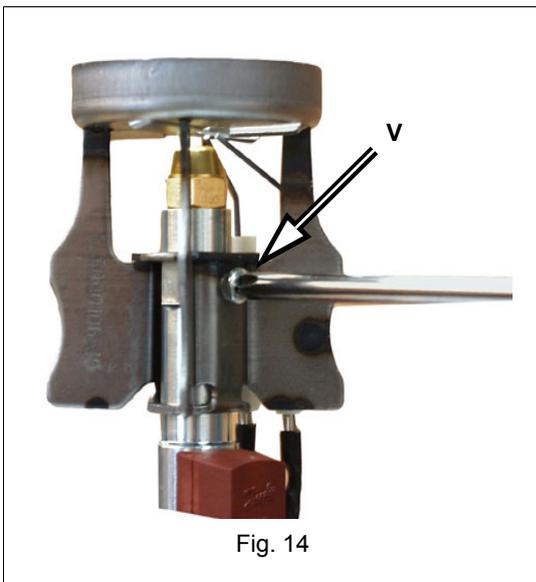
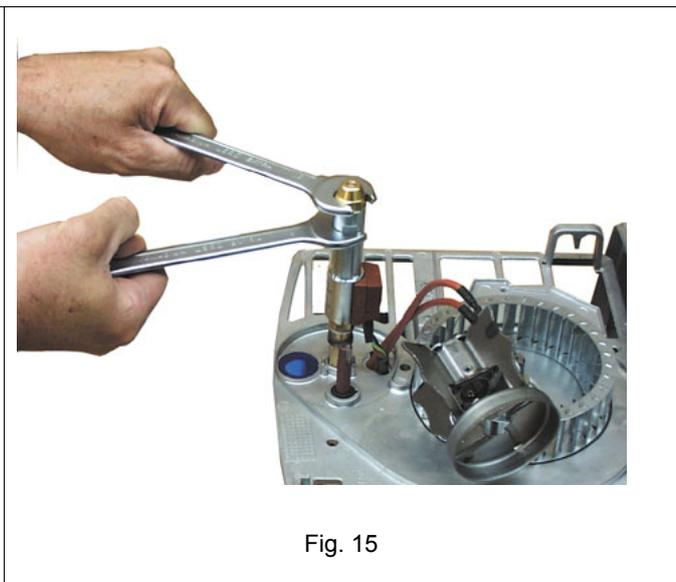

Fig. 14
Fig. 15
- Control de electrodos de encendido y relativos aislantes en cerámica, limpieza, eventual ajuste y, si fuera necesario, sustitución (ver Fig. 15).
Destornillar el tornillo V que fija la cabeza de combustión y remover la cabeza del portainyector (Fig. 14 - Fig. 15).